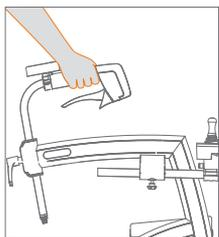

Figura 26: Guida.
- a. Mentre si cammina, tenere le dita liberamente intorno alle impugnature in schiuma **(Figura 26)**. Puoi anche tenerli intorno alle maniglie dei freni, con il pollice all'interno della maniglia.